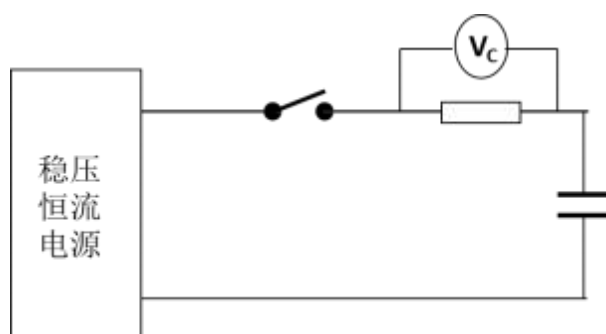

图4 漏电流测试电路图
- 用电压表记录 72h 后保护电阻两端的电压 U_S , 如图 4 所示;